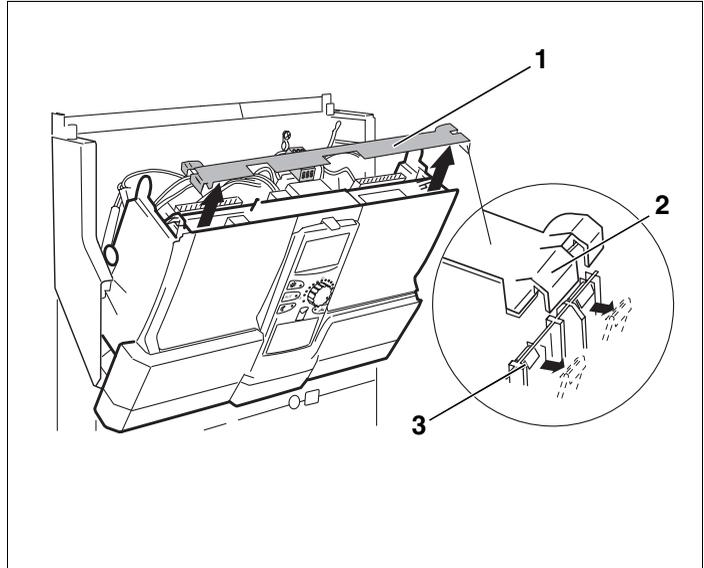

Fig. 4 Démontez la baguette transversale
Un tournevis est nécessaire pour démonter la baguette transversale (fig. 4, **pos. 1**).
- Détacher la baguette transversale sur un côté en poussant l'une des deux languettes (fig. 4, **pos. 3**) vers l'extérieur à l'aide du tournevis.
- Soulever une languette de la baguette transversale (fig. 4, **pos. 2**).
- Enlever (fig. 4, **pos. 1**) la baguette.